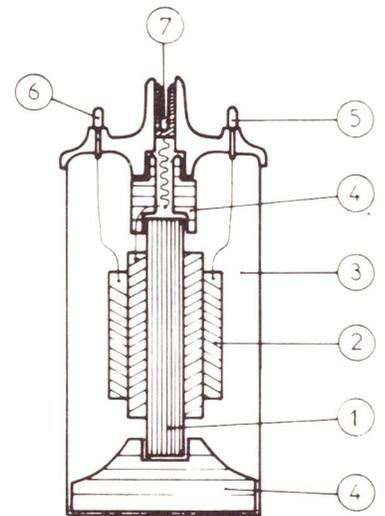

Figure 8
La figure 8 est une coupe de la bobine. Autour du noyau de fer doux (1) est enroulé d'abord le circuit secondaire, formé d'un grand nombre de tours de fil fin. L'enroulement primaire (2), dans lequel passe une intensité de plusieurs ampères, est disposé à l'extérieur, ce qui facilite son refroidissement. Parfois l'ensemble baigne dans une huile isolante (3) qui améliore encore l'évacuation de la chaleur. Le noyau est maintenu par des blocs de caoutchouc (4) qui amortissent les vibrations. L'enroulement primaire débouche sur deux cosses (5, 6), tandis que l'enroulement secondaire est relié au plot central (7).